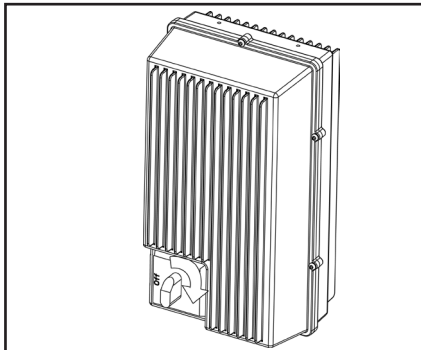

Fig. 1 0627106
Eine typische Booster für Bodengestell Installation ist in fig. 1 gezeigt
schalten (Fig. 1).
1. Den Hauptschalter an der Kontrollbox abschalten (Fig.1)